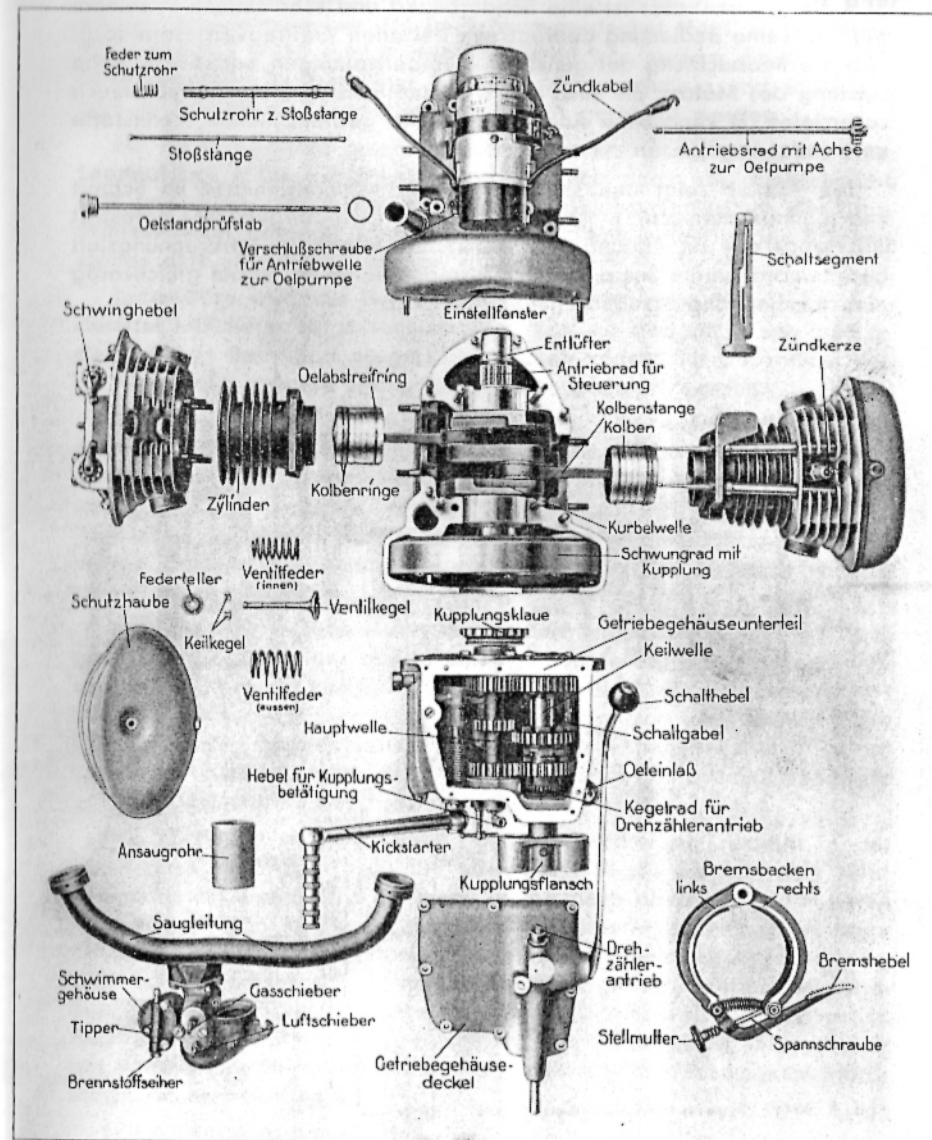
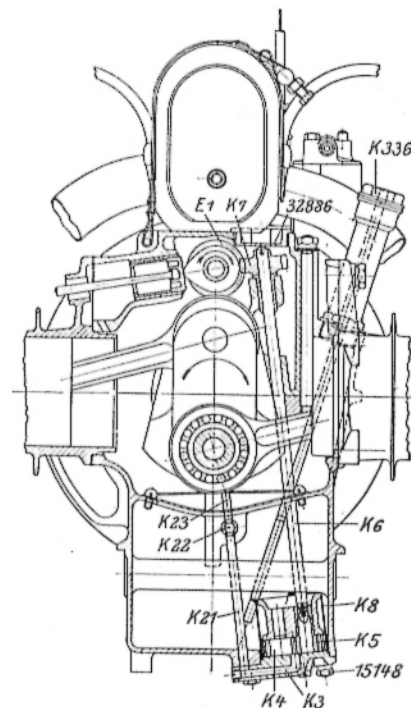
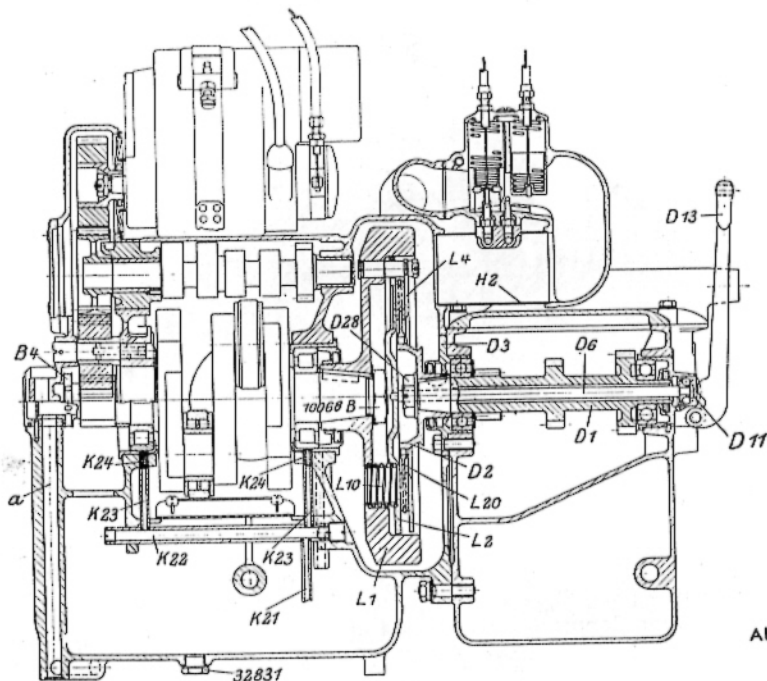
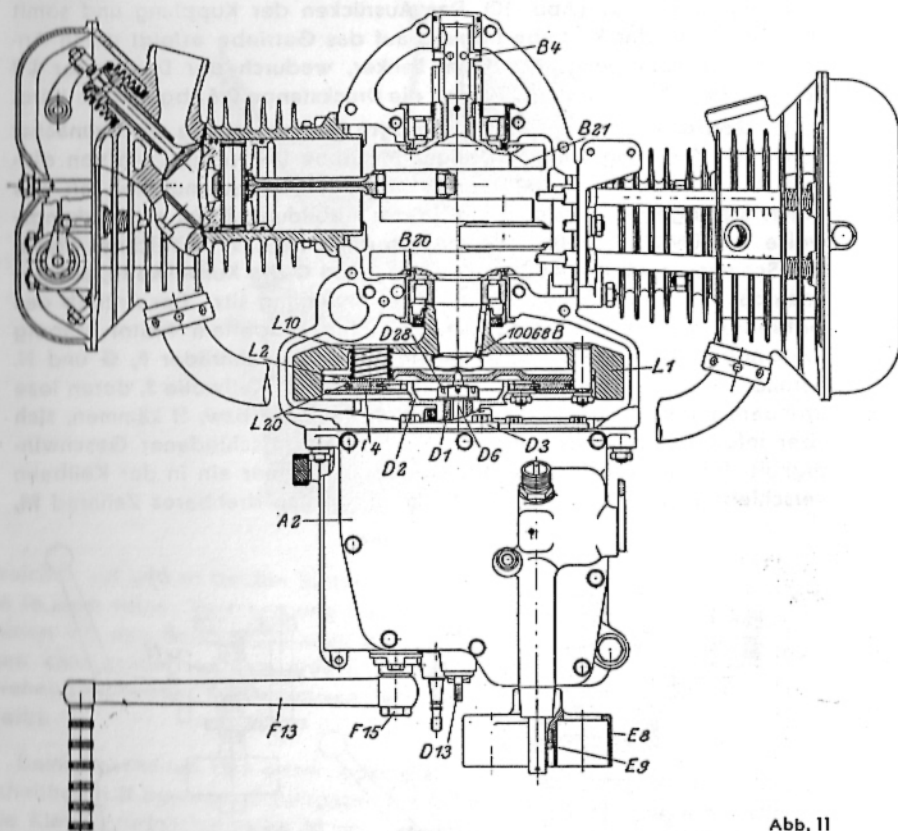

Abb. 6. Der Motor vom Rad R 57 in seine Hauptteile zerlegt
Abb. 9
Abb. 10
Abb. 11
7. Entlüftung: Die Entlüftung des Kurbelgehäuses ist durch einen Drehschieber **B 4** (Abb. 10 u. 11) gesteuert, der von dem vorderen Kurbelwellenende aus angetrieben wird. Der im Motorgehäuse durch das Einwärtsgehen der Kolben entstehende Überdruck wird durch die in das Gehäuse eingegossene Leitung **a** ins Freie geführt. Auf diese Art wird im Motorgehäuse ein geringer Unterdruck erzielt, der ein Austreten von Öl an den Trennfugen des Motorgehäuses wirksam verhindert.
spruchung sichergestellt ist. Eine im Motorgehäuse unterteilt eingebaute Zahnradpumpe (Abb. 9) saugt durch einen Seiherr **K 8** das Öl durch die Tätigkeit der beiden Zahnräder **K 5** und **K 4** an, von denen das erstere mittels einer Welle **K 6** und Schneckenrad **K 7** von der Schnecke **E 1** auf der Steuerwelle angetrieben wird. Das Öl wird durch eine Bohrung im Deckel **K 3** in das Steigrohr **K 21** gedrückt und gelangt in das Ölverteilungsrohr **K 22** (Abb. 10) und von hier durch die senkrechten Ölrohre **K 23** und die kalibrierten Öldüsen **K 24** zu den Verteilerrinnen der Lagerbüchsen **B 20** und **B 21** (Abb. 11), von wo es dann durch Schleuderwirkung in die hohlgebohrten Zapfen der Kurbelwelle und von hier den Pleuellagern zugeführt wird. Die Schmierung der Kolben und Kolbenbolzen erfolgt durch das von der Kurbelwelle gegen die Zylinderwandungen geschleuderte Öl.
Wichtig! Vor Auseinandernehmen der Motorgehäusehälften zuerst Verschlussschraube 32886 entfernen, dann Antriebswelle K 6 mit Schneckenrad K 7 mittels Flachzange herausziehen. Hiernach können die Motorgehäusehälften auseinandergenommen werden. (Abb. 9.)
10. Kupplung: Als Kupplung dient eine in Abb. 10 und 11 im Schnitt gezeigte Einscheibenkupplung. Der treibende Teil ist das Schwungrad **L 1**, das auf dem Konus der Kurbelwelle aufgekeilt und durch Mutter **10168 B** gesichert ist. Sechs auf der Scheibe des Schwungrades sitzende Druckfedern **L 10** liegen mit ihrem anderen Ende in Vertiefungen eines Drucktellers **L 2** und pressen diesen gegen eine beiderseitig mit Reibbelag versehene Zwischenscheibe **L 20**. Hierdurch drückt letztere gegen die nicht verschiebbare Schlußscheibe **L 4** und nimmt diese bei der Drehung des Motors mit. Die Zwischenscheibe **L 20**, die auf der Kupplungsklaue **D 2** sitzt, überträgt somit die Drehung auf die Hauptwelle **D 1** des Getriebes.
und Druckstück **D 11** (Abb. 10). Das Ausrücken der Kupplung und somit Unterbrechung der Kraftübertragung auf das Getriebe erfolgt durch Anziehen des Betätigungshebels am Lenker, wodurch der Druckteller **L 2** von der Zwischenscheibe **L 20** durch die Druckstange **D 6** abgehoben wird.
befindliche Ablaßschraube **32831** (Abb. 10) mittels des dem Werkzeuge beigegebenen Schlüssels, worauf das Öl abfließt. Den Ölseier reinige man bei dieser Gelegenheit durch Auswaschen mit Benzin.
Bei dieser Gelegenheit sei darauf hingewiesen, daß auch die beste Bremse einer gewissenhaften Wartung bedarf, insbesondere verölte Bremsbeläge ein Versagen der Bremse verursachen können. Ein Nachstellen der Hinterradbremse kann mittels der am Bremspedal angeordneten Stellmutter (Abb. 6, unten rechts) geschehen; jedoch ist dies nur äußerst selten erforderlich. An der Vorderradbremse kann eine Nachstellung in geringem Umfange durch Anziehen der Verstellerschraube 480 (Abb. 21) am rechten Gabelschaft ausgeführt werden. Größere Nachstellungen erfolgen durch Lösen der Klemmschraube 345 des kleinen Bremshebels 342 an der Nabe und dessen Vorrücken. Zum Ersatz der Bremsbeläge muß das Vorderrad ausgebaut (S. 36) und der Bremsdeckel 327 abgenommen werden.
Das Innere des **Getriebes** ist nach Abnahme des Vergaser- und Schwimmergehäuses mit Ansaugrohr **H 2**, sowie Entfernen des Getriebegehäusedeckels **A 2** leicht zugänglich (Abb. 6, 10, 11 und 20). Zwecks Ausbaues der Keilwelle **E 10** entferne man zunächst den Kupplungsflansch **E 8** nach Herausstoßen des Sicherungsstiftes und Lösen der Keilwellenmutter **E 9** (Abb. 11) mit dem Steckschlüssel Tl. Nr. 1304, dann entferne